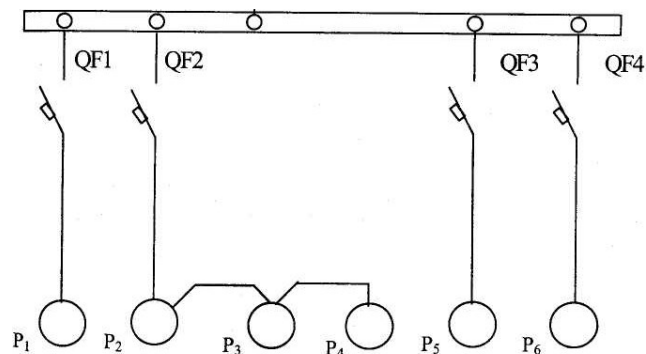

Рисунок 4.2 - Схема распределительной сети
4.2. Рассчитать токи электроприемников и выбрать автоматические выключатели в распределительном шкафу серии ПР8501 (рисунок 4.2).